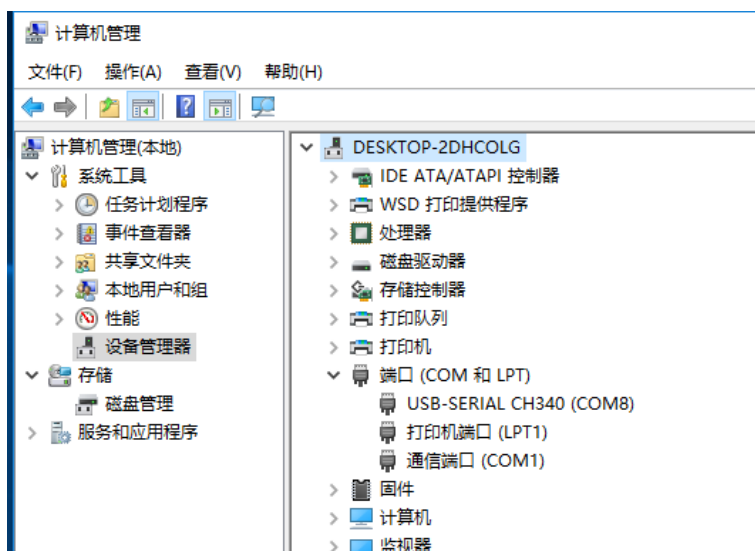

图 Q3.2 电脑串口号查询
- 2, 串口号选错了。如果不知道自己的串口号,可以通过以下操作查看:选中我的电脑》右键选择管理》在计算机管理界面中左边选择设备管理器》点击右边的端口箭头下拉。串口号如下图 Q3.2 所示。**注意: 你的串口号不一定是 COM8, 但是都会是 USB-SERIAL CH340 开头。**